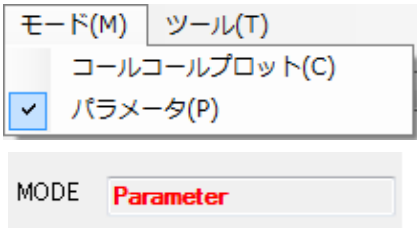

図 3-23
- (2) メニューバーの[モード]-[パラメータ]を選択して、解析モードを Parameter に変更します。[MODE]のエディットに選択したモードが表示されます。(図 3-23)